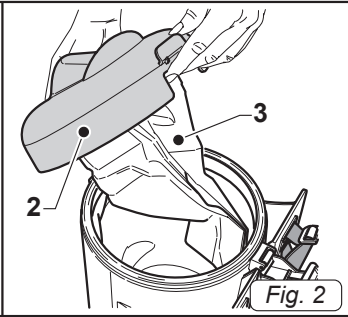

Fig. 2
- Sganciare la leva (1 Fig.1) e rimuovere il coperchio (2 Fig.2) completo di sacchetto in carta (3 Fig.2).